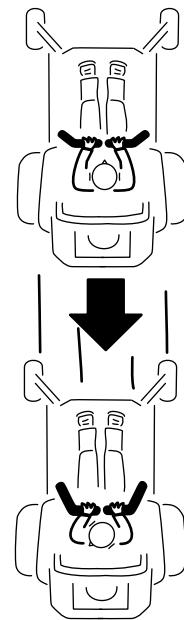

図 28
2. 後退するには、左右の走行コントロールレバーをゆっくりと後ろへ引く図 28。